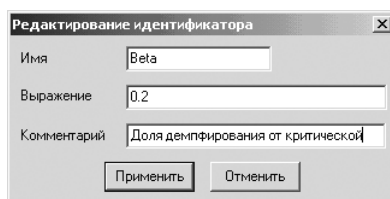

Рис. 1.36. Возможное состояние диалогового окна
- введите в диалоговом окне **Редактирование идентификатора** в каждом поле нужную вам информацию, например в поле **Имя** – идентификатор **Beta**, в поле **Выражение** – значение **0.2** и в поле **Комментарий** – пояснение **Доля демпфирования от критической**. Возможное состояние этого окна показано на рис. 1.36;